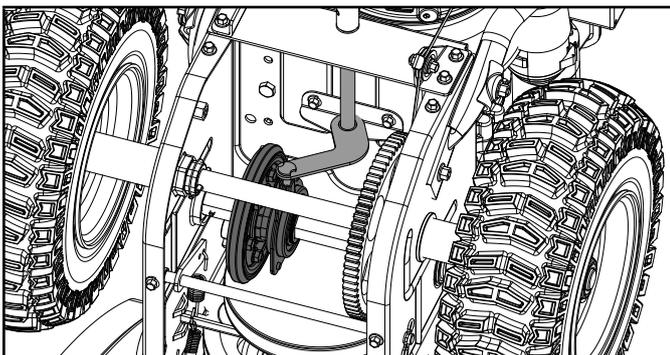

Figure 52
7. Suivez les étapes précédentes en ordre inverse pour réassembler les pièces. (figure 52)